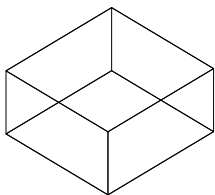

图 11-17 三维矩形
- “三维矩形”按钮：单击该按钮，可以在对话框中定义矩形的长、宽、高参数来插入三维矩形，结果如图 11-17 所示。